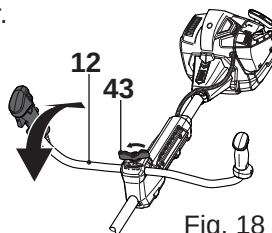

Fig. 18
- > Desserrez le bouton en plastique [43] et ajustez l'angle (Fig. 18).